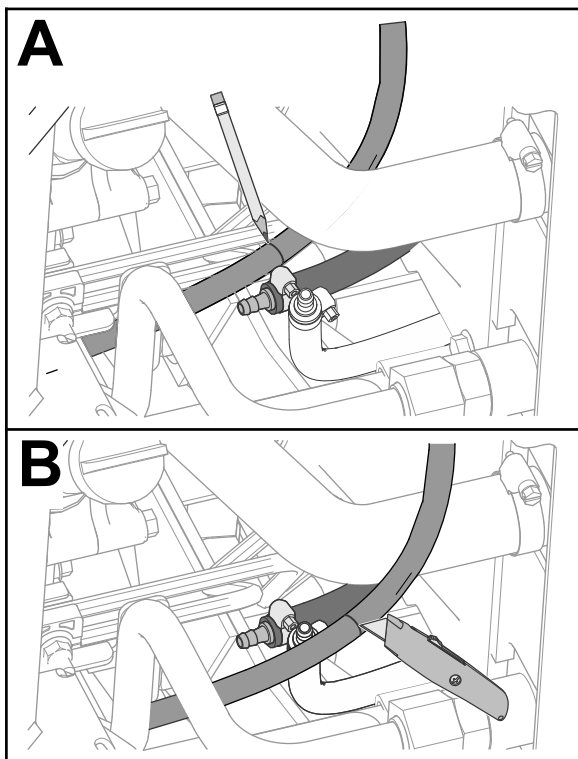

図 15
3. ホースの経路を確保しつつ、燃料タンクのホースを、内側の燃料クーラ用ホースの隣にセットする 図 15。
4. バープ式ホースフィッティング部で燃料タンクのホースに印をつける 図 15。
5. マーク位置で燃料タンクのホースを切断する 図 15。